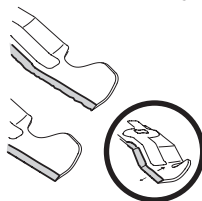

Figura 39
- Para afilar las cuchillas de corte de forma adecuada, extraiga cantidades iguales de metal de ambos extremos de las cuchillas a lo largo de los bordes cortantes, paralelo al borde de caída y a un ángulo de 25° a 30°. Afile siempre cada borde de las cuchillas de corte de forma pareja para mantener un equilibrio adecuado entre las mismas (Figura 39).